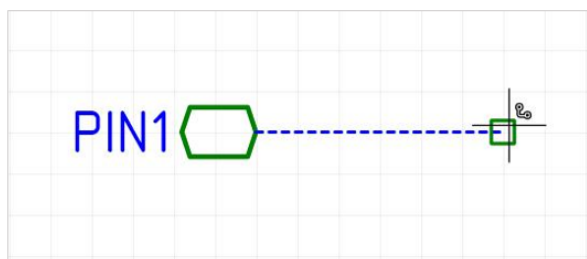

Рис. 273 Размещение цепи от порта
6. Разместите порт на схеме, см. Рис. 273. Положение порта будет зафиксировано, после этого активируется размещение цепи/шины. Размещение цепи/шины осуществляется стандартными способами.